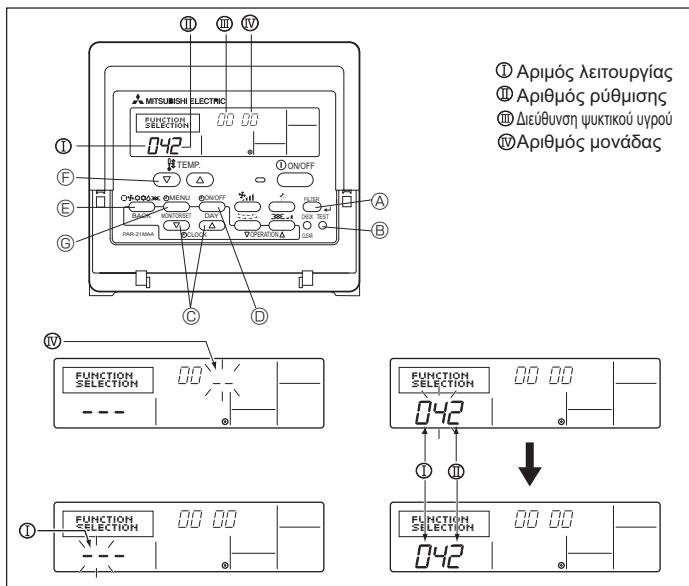

Fig. 6-8
- 1) Για ενσύρματο τηλεχειριστήριο (Fig. 6-8)**